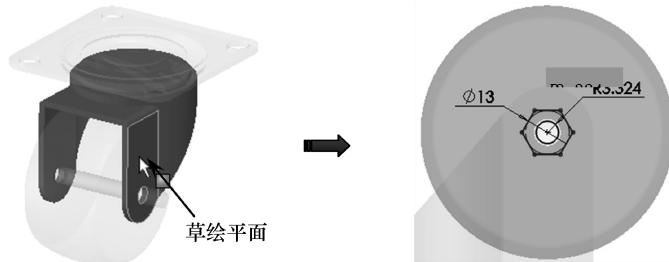

图 7-106 选择草绘平面并绘制草图
- 10 使用【拉伸凸台/基体】工具，选择支承架侧面作为草绘平面，然后绘制如图 7-106 所示的草图。